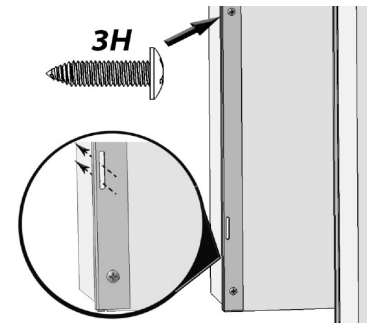

Fig. 19
19. Con ocho tornillos 3H y un taladro eléctrico, ajuste los dos soportes de fijación de la moldura lateral a los bordes de la abertura delantera izquierda y derecha del gabinete con los soportes que tocan el piso (Fig. 19). Asegúrese de que las ranuras rectangulares se extiendan sobre el borde del gabinete.